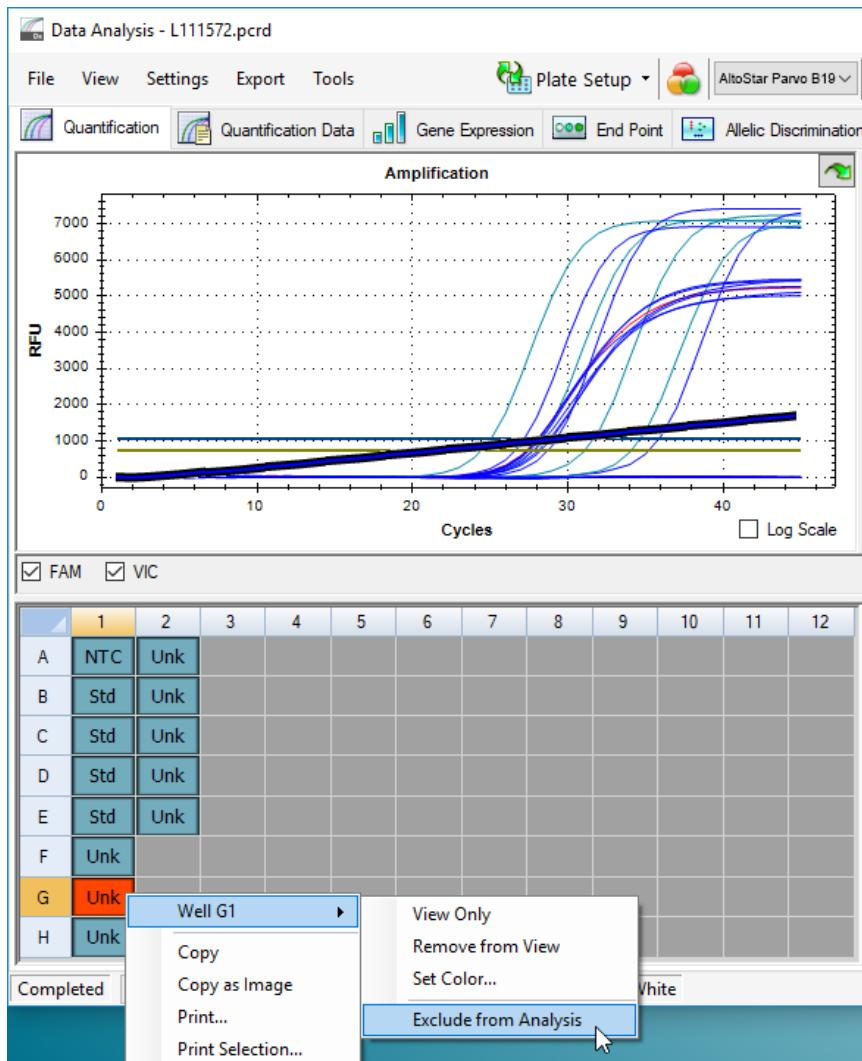

Figura 7: Ventana Data Analysis (análisis de datos): exclusión de un pocillo del análisis
3. Haga clic en cada pocillo afectado con el botón derecho del ratón y seleccione **Well... → Exclude from Analysis** (pocillo → excluir del análisis) (consulte la figura 7).